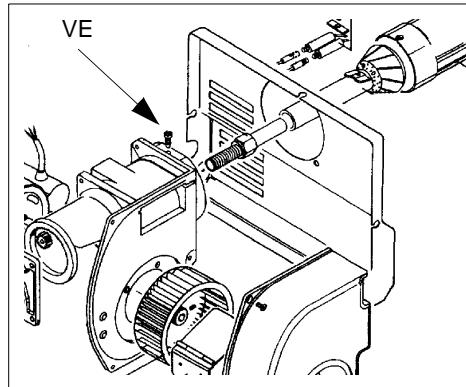
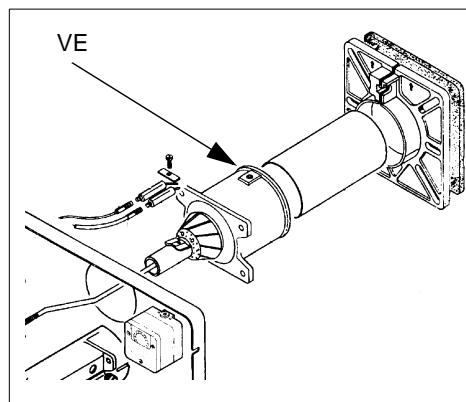
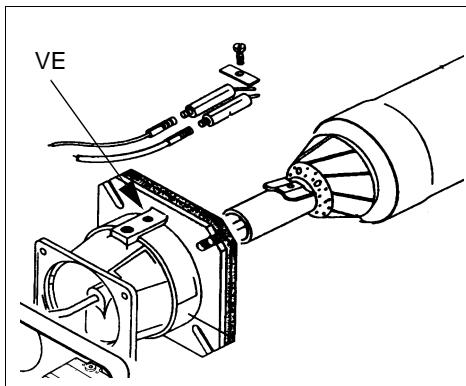

Fig. 26a
Fig. 26b
Fig. 26c
- Smontaggio esame e pulizia testa di combustione (vedi Fig. 26a, Fig. 26b, Fig. 26c);
Tipo S3 (Fig. 26a) e S5 (Fig. 26b)
Tipo S10 - S18 (Fig. 26c)